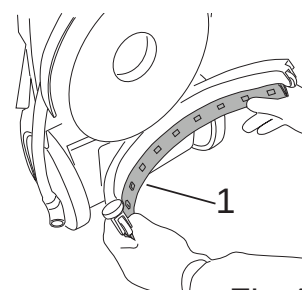

Fig.43
- Tirer sur les lames pour extraire le groupe (Fig.43-Rep.1).